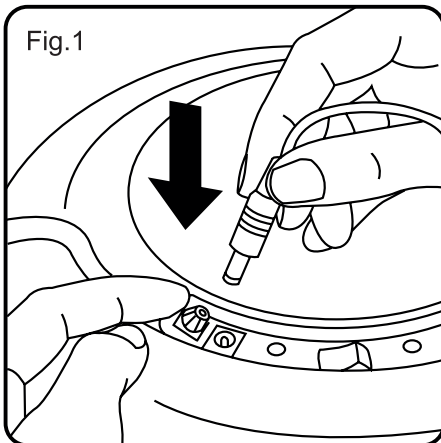

Fig.2
- Conectar la batería/s en su alojamiento, respetando la polaridad indicada (Fig. 2).